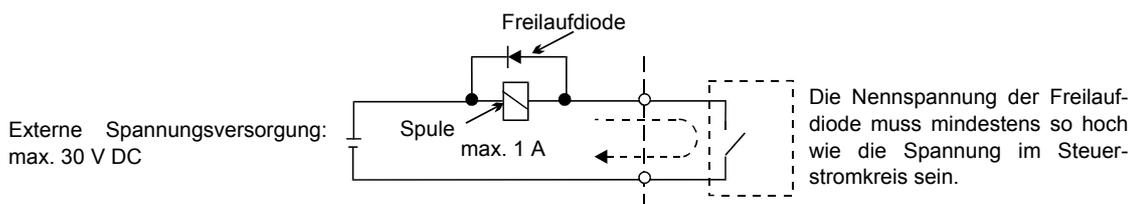

Abb. 2.12 Zwischenschaltung der Freilaufdiode
- * 3. Bei Ansteuerung einer Blindlast, wie z. B. einer Relaispule mit DC-Spannungsversorgung, muss stets eine Freilaufdiode geschaltet werden (siehe Abb. 2.12).